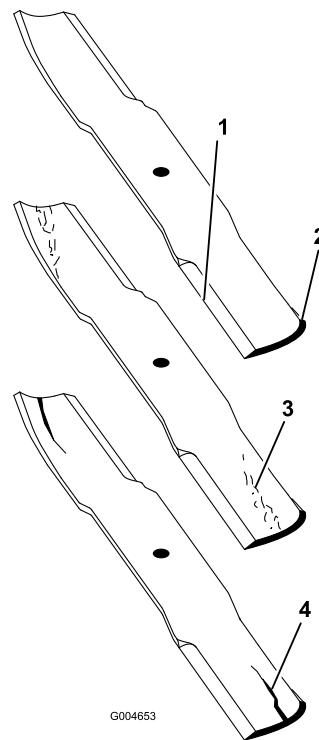

Figura 84
2. Examine cuidadosamente los extremos de corte de la cuchilla, sobre todo en el punto de reunión entre la parte plana y la parte curva de la cuchilla (Figura 84). Puesto que la arena y cualquier material abrasivo pueden desgastar el metal que conecta las partes curva y plana de la cuchilla, compruebe la cuchilla antes de utilizar el cortacésped. Si se aprecia desgaste (Figura 84), cambie la cuchilla.
Si se permite que la cuchilla se desgaste, se formará una hendidura entre la vela y la parte plana de la cuchilla (Figura 84). Con el tiempo, una parte de la cuchilla puede desprenderse y ser arrojada desde debajo de la carcasa, posiblemente causando lesiones graves a usted o a otra persona.